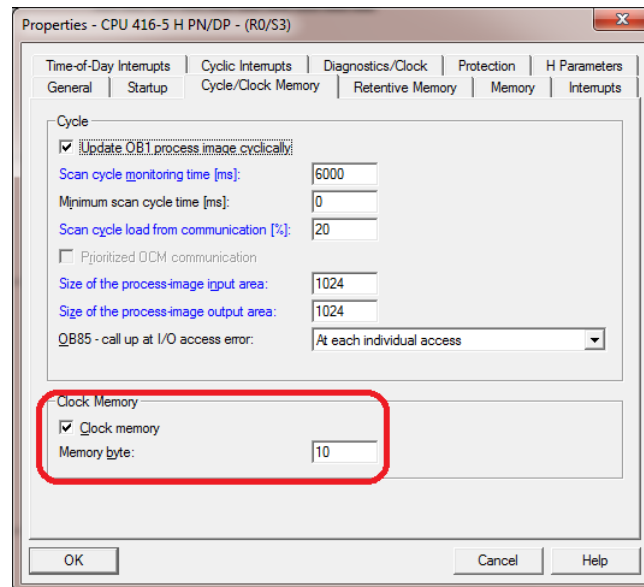

图 3
(C) 在 Rack0 上的 CPU 属性中选择 Clock memory，设置 Memory byte 为 MW10，如图 3 所示。